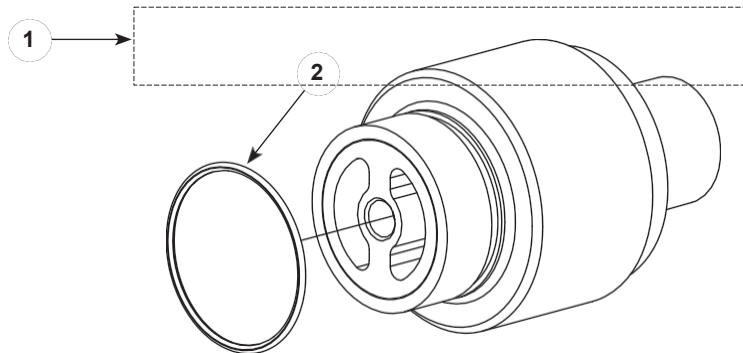

Figure 22 Ensemble de support d'électrode d'
B. Reportez-vous à la figure 22 et à la liste des pièces pour connaître les pièces de rechange du kit de support d'électrode XD.